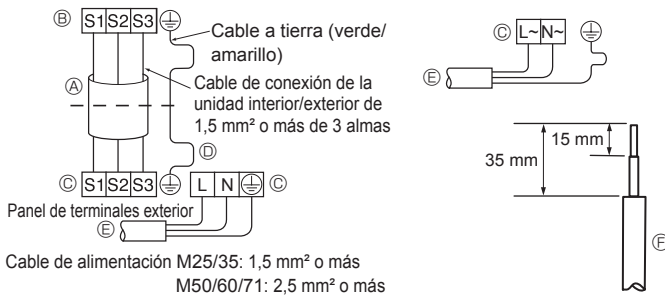
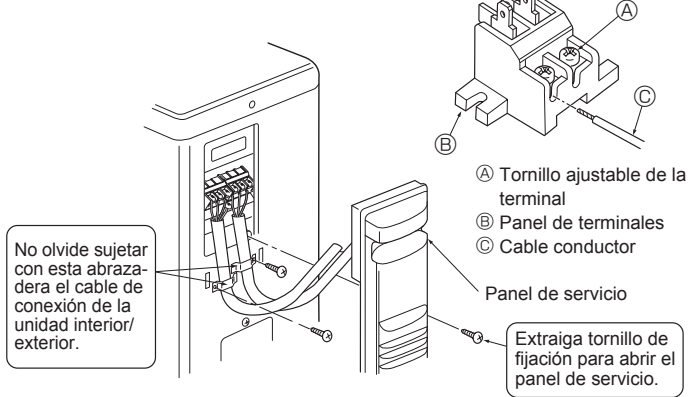
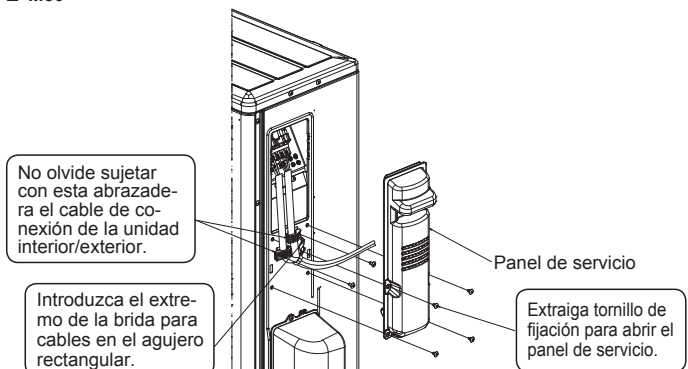

Fig. 6-2
Fig. 6-3
Fig. 6-4
6.1. Unidad exterior (Fig. 6-1, Fig. 6-2, Fig. 6-3, Fig. 6-4)
- ① Retire el panel de servicio.
- ② Conecte los cables de acuerdo con la Fig. 6-1, Fig. 6-2, Fig. 6-3 y la Fig. 6-4.
- Realice el tendido eléctrico como muestra el diagrama inferior izquierdo (los cables no vienen incluidos). (Fig. 6-2)